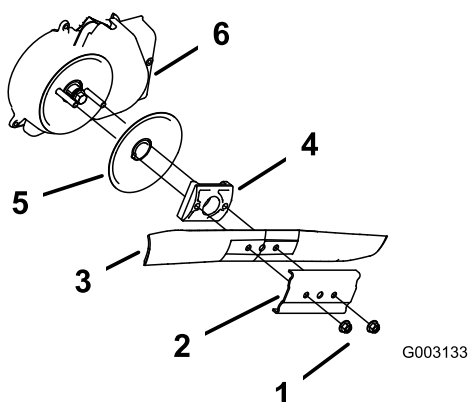

Figure 47
3. Retirez les 2 écrous de la lame et le renfort (Figure 47).
4. Déposez la lame (Figure 47).
5. Posez la nouvelle lame (Figure 47).